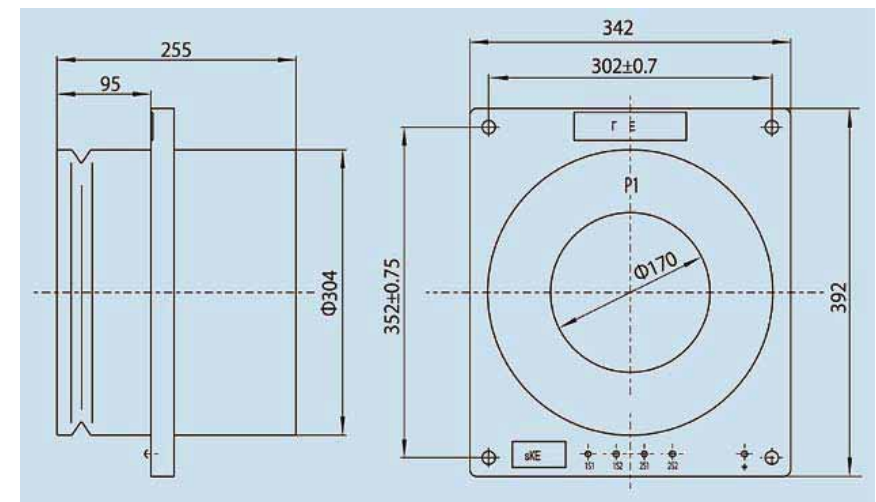

Рис. 5.2 Внешний вид и размеры трансформатора тока LMZBJ-10 при 4000-8000/5
5.2 Внешний вид и размеры трансформатора тока LMZBJ-10 при 4000-8000/5 (см. рис. 5.2)